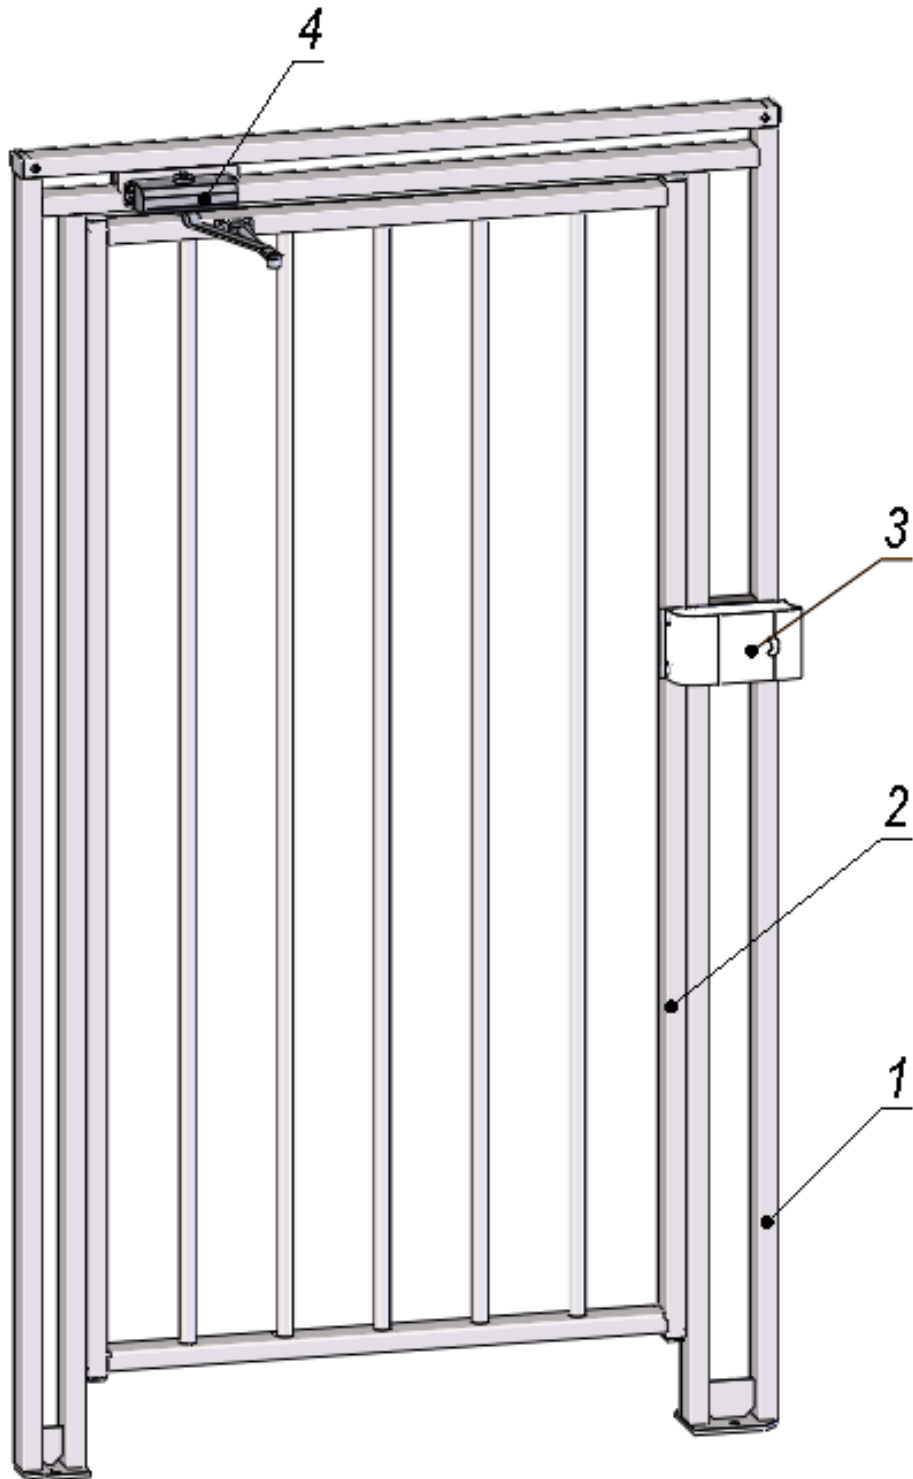
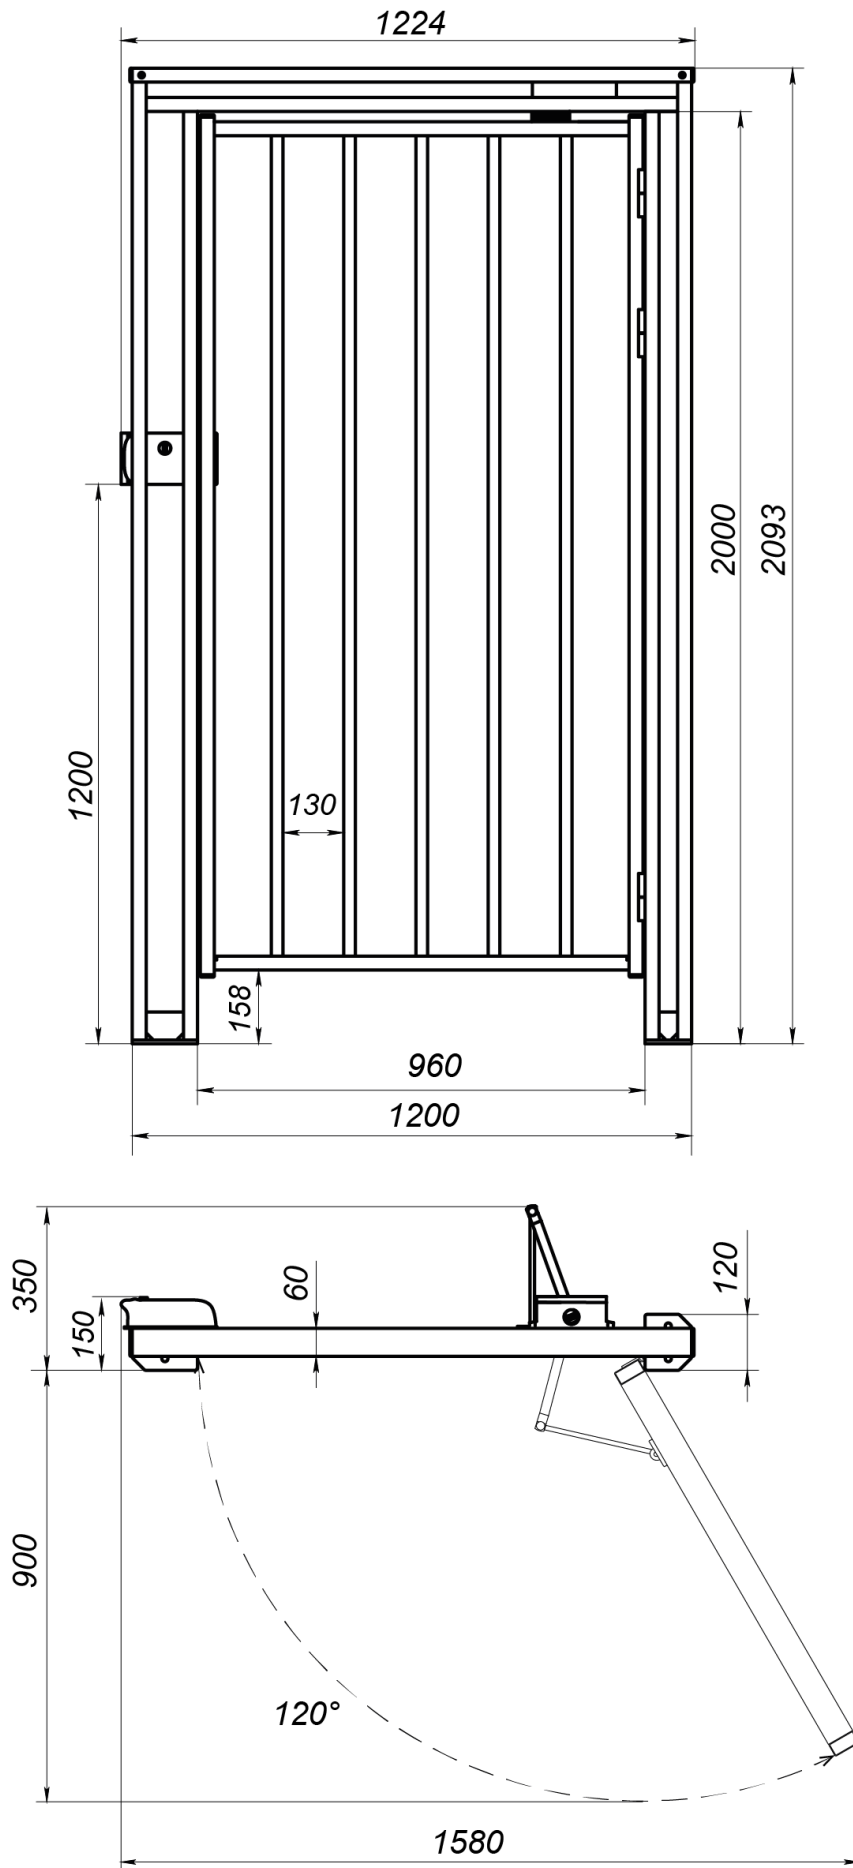

Рисунок 1. Общий вид калитки
Рисунок 2. Габаритные и промежуточные размеры
¹ Габаритные размеры изделия представлены также на рис. 2
Устройство калитки показано на рис. 1. Габаритные размеры калитки указаны на рис. 2. Номера позиций в тексте руководства даны в соответствии с рис. 1, если не указано иначе. Калитка состоит из: рамы (1), створки (2), замка электромеханического (3), доводчика (4).